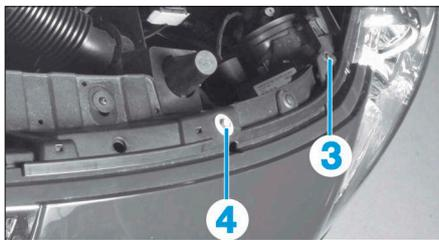

FIG. 91
- Déposer les vis supérieures (3) et (4) (Fig.91).